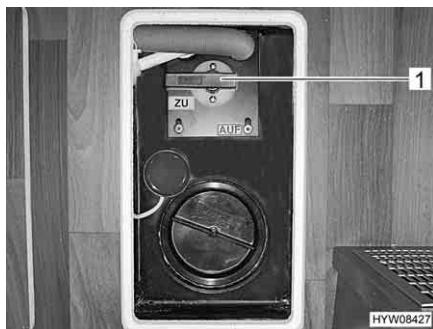

Fig. 107 Leva di comando del serbatoio delle acque grigie
La leva di comando (Fig. 107,1) per lo smaltimento delle acque grigie si trova sotto una copertura nel doppio fondo. Il tubo di scarico con collegamento per un tubo di gomma per lo scarico si trova sotto al veicolo.
- Aprire il rubinetto di scarico. A questo scopo ruotare la leva di comando (Fig. 107,1) del rubinetto di scarico di un quarto di giro. La leva di comando è posizionata verticalmente oppure nel senso della lunghezza rispetto al tubo di scarico. Le acque grigie fuoriescono.
- Dopo il deflusso completo delle acque grigie, richiudere il rubinetto di scarico. A questo scopo ruotare la leva di comando (Fig. 107,1) del rubinetto di scarico di un quarto di giro. La leva di comando è posizionata orizzontalmente oppure trasversalmente rispetto al tubo di scarico.